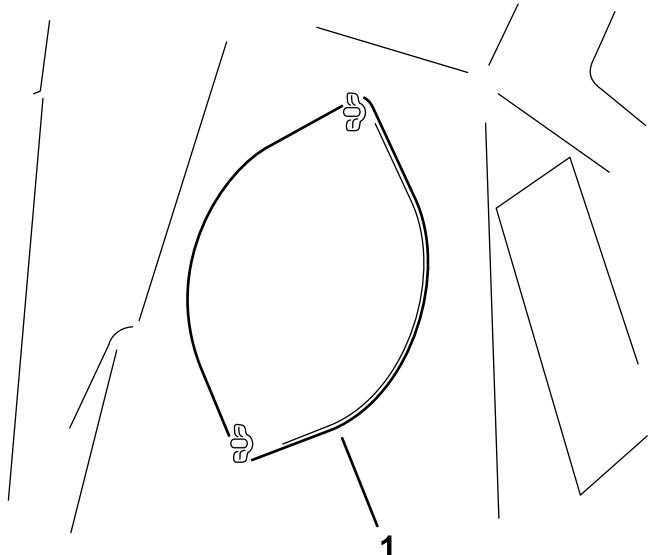

Рисунок 31
- Ослабьте 2 барашковые гайки крепления монтажной крышки (Рисунок 31).